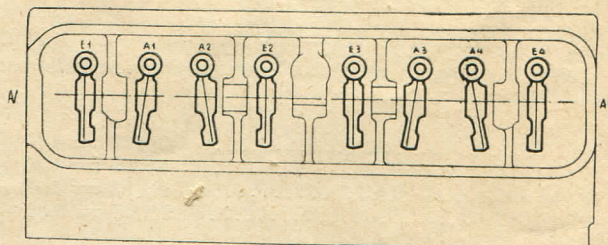

Fig. 2
- Monter, sur les nouveaux culbuteurs, les vis et les écrous de réglage qui équipaient les anciens, puis mettre en place les culbuteurs sur les anciens axes, en respectant l'orientation indiquée par la figure 2.